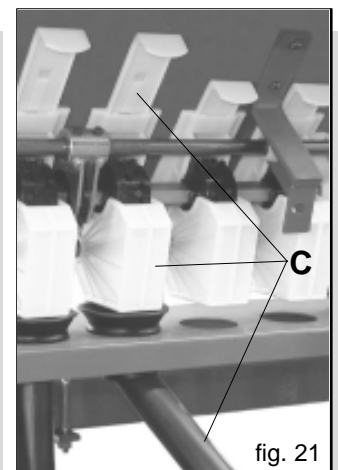

fig. 21
- allentare le viti (A) dell'attacco assolcatore;
- agganciare le molle (B) sull'apposito attacco.
- controllare che siano aperte solo le lamine dei distributori che hanno il tubo telescopico (C Fig. 21), tutte le altre devono essere chiuse.